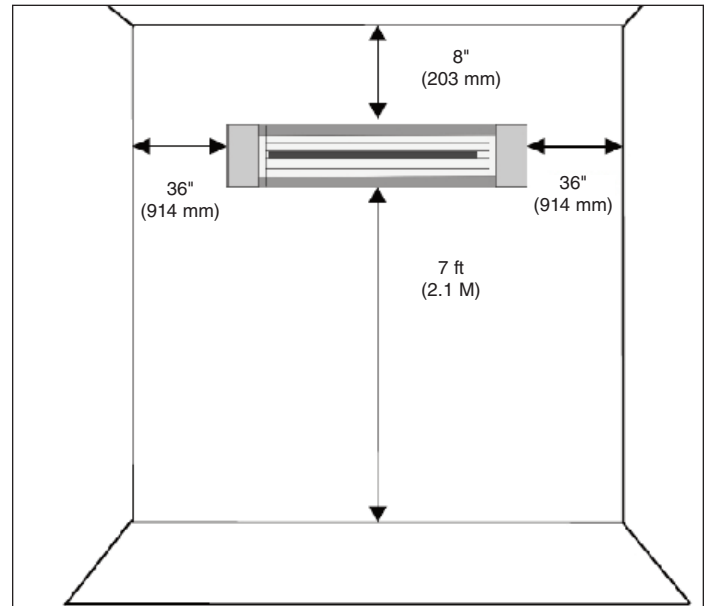

Figure 3 - Minimum Clearances
- Ce radiateur est chaud quand il est en fonctionnement. Pour éviter des brûlures, ne laissez pas de peau nue toucher ses surfaces chaudes. Maintenez les matières combustibles comme le mobilier, les oreillers, la literie, les papiers, les vêtements et les couvertures, à au moins 7 pieds (210 cm) de distance de l'avant du radiateur. Voyez la Fig. 3 pour les exigences en dégagements à l'installation.
extrémités à au moins 36" (914 mm) des murs adjacents (Voir la Figure 3).
POUR ÉVITER UN POSSIBLE DÉPART D'INCENDIE, NE PLACEZ AUCUN OBJET PLUS PRÈS QUE 7 PIEDS (210 CM) DEVANT LE RADIATEUR, ET 36" (914 MM) PAR RAPPORT À SES CÔTÉS. CONSULTEZ LA FIG. 3 POUR D'AUTRES PRÉCISIONS SUR LES BESOINS EN DÉGAGEMENTS.